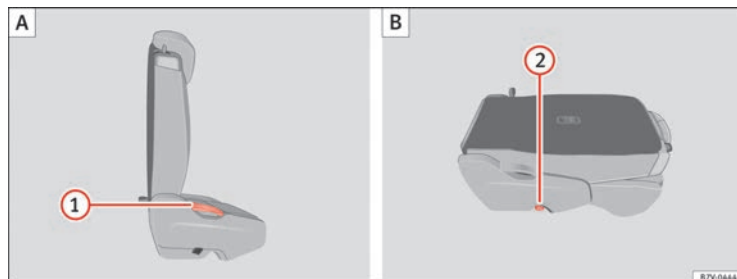
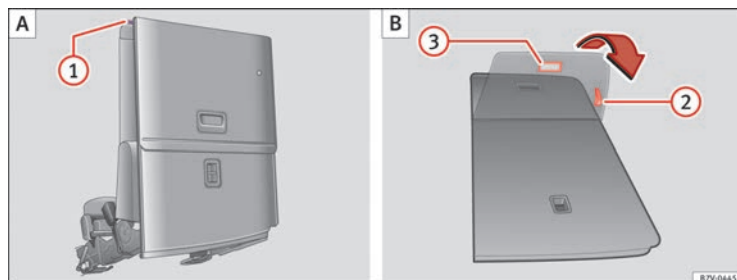

Fig. 89 Segunda fila de asientos: pliegue el asiento trasero (A), asiento trasero como superficie de carga (B).
Fig. 90 Tercera fila de asientos: plegar el asiento trasero para cargar (A) y colocarlo de nuevo (B).
- Retire los objetos de la zona reposapiés situada delante y detrás del asiento trasero ⇒ ①.
- Tire de la palanca ⇒ fig. 89 ① hacia arriba y pliegue el respaldo hacia delante. La banqueta completa se pliega hacia delante ⇒ △.
- Baje el respaldo plegado hacia delante hasta que éste esté encastrado en la posición de la superficie de carga ⑧.
- En caso necesario tire de la palanca ⇒ fig. 90 ② para desplazar la banqueta hacia la posición deseada.
- Tire de la palanca ⇒ fig. 89 ① hacia arriba y coloque el respaldo en vertical. El asiento completo se pliega hacia atrás.
- Tire del asa ⇒ fig. 90 ② para recolocar la bandeja del asiento.
- Tire de la maneta ③. El asiento completo se pliega hacia atrás.